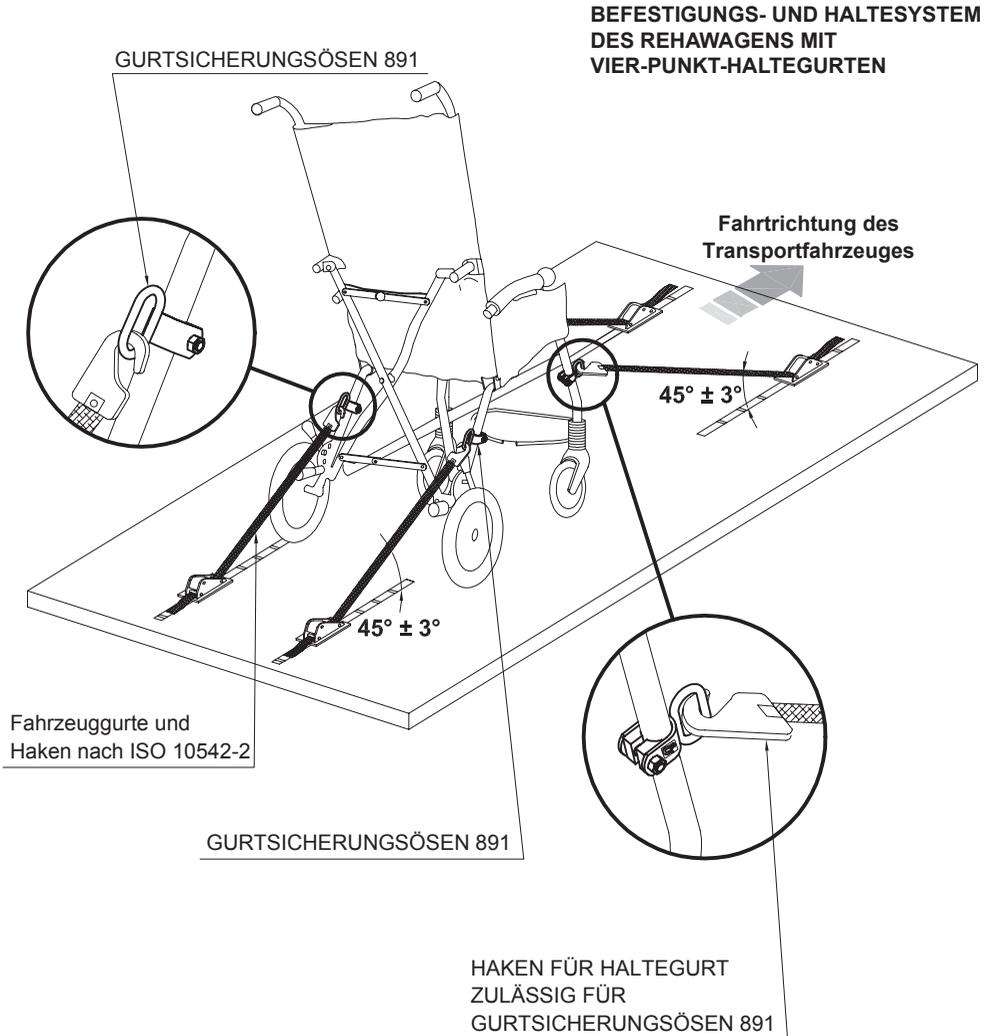

Abb. 4
- **DAS KIND IM REHAWAGEN MUSS IN FAHRTRICHTUNG DES TRANSPORTFAHRZEUGES SITZEN** (s. Abb. 4 S.11).
- **DER REHAWAGEN MUSS WIE FOLGT IM FAHRZEUG VERANKERT WERDEN:** 1) mit einem mit der Norm ISO 10542-2 konformen Vier-Punkt-Befestigungssystem mit Gurten, das zum Lieferumfang des Fahrzeuges gehört (s. Abb.4 S. 11) und 2) dem Zubehör 891 – GURTSICHERUNGSÖSEN (s. Abb. 1 und 2 S. 9, Abb. 3 S. 10 und Abb. 4 S. 11)